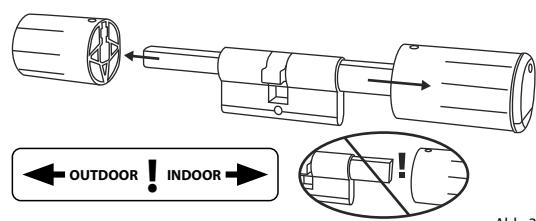

Abb. 3
- Ziehen Sie den Knauf der Außenseite komplett ab und den der Innenseite soweit wie möglich nach hinten (Abb. 3).